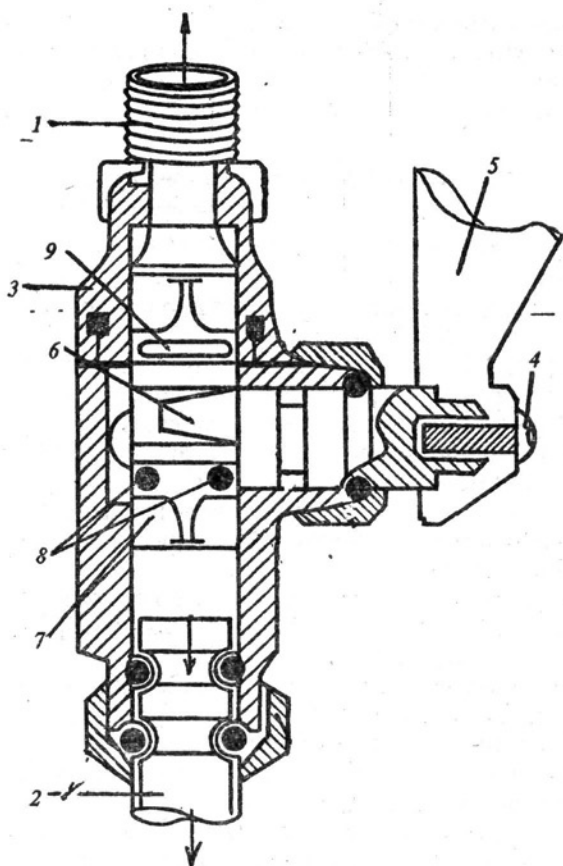

Рис. 163. Золотниковый переключатель:
1) изношенные прокладки золотника в золотниковом переключателе (рис. 163).